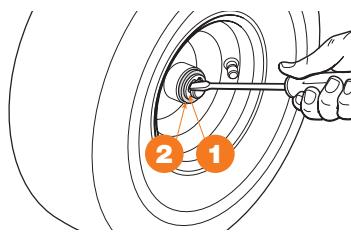

Рис. 27
- Колеса удерживаются при помощи упругого кольца ①, которое можно снять при помощи отвертки (Рис. 27).